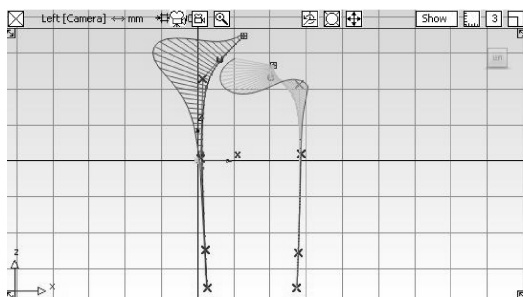

图 4-83 创建曲线
- 06 选择【New CV curve】工具, 继续在【Left】正交视窗中创建另一条曲线。采用上述类似的方法改变曲线的参数, 调节曲线的 CV 点, 如图 4-83 所示。